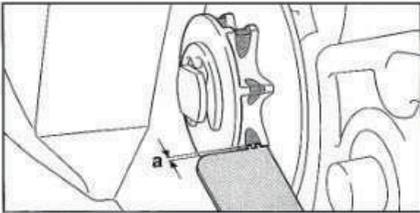

Figure 4
- c) Retirez la barre et la chaîne, mesurez la profondeur de la rainure du pignon à l'aide d'une jauge de profondeur. (Figure 4). Si la profondeur de la rainure dépasse 0,5 mm, n'utilisez pas la scie à chaîne et contactez le distributeur pour remplacer le pignon de la chaîne dès que possible. Si vous ne parvenez pas à effectuer la mesure, contactez votre distributeur pour vérification.